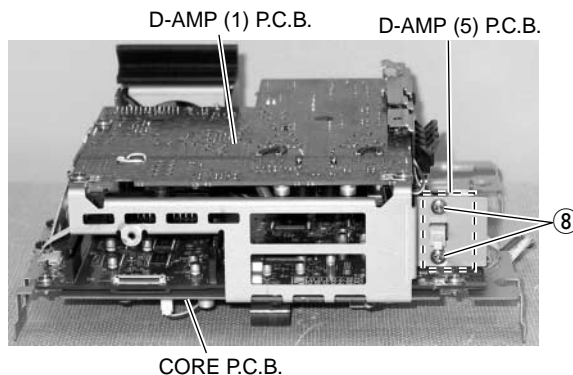

Fig. 6
- b. Remove 2 screws marked [⑧]. (Fig. 6)
- b) ⑧のネジ2本を外します。(Fig. 6)